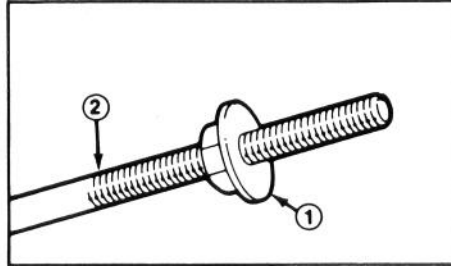

Figure 2
1. Enfillez un écrou à collerette (la collerette en bas) sur la tige de traction (Fig 2).